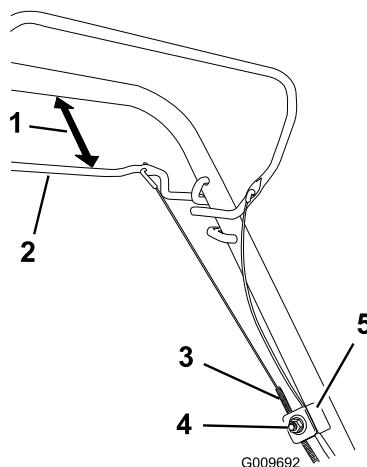

Figura 27
- Allentare il dado del supporto cavo (Figura 27).
- Mantenete la barra della trazione automatica a una distanza compresa tra 25 e 38 mm dalla stegola (Figura 27).
- Abbassare la guaina del cavo (verso il tosaerba) fino a tendere il cavo (Figura 27).